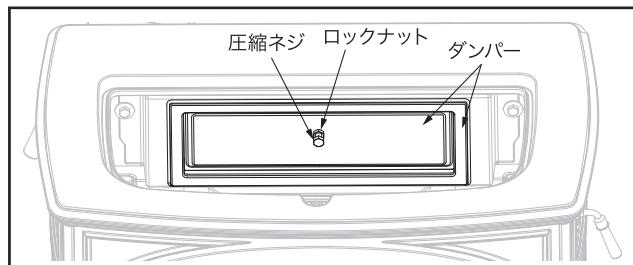

図3.3 六角レンチを使用してのダンパーの調整。
1. グリドルを取り外します。ダンパーの中心にあるロッカナットを緩めます。 (図3.3)